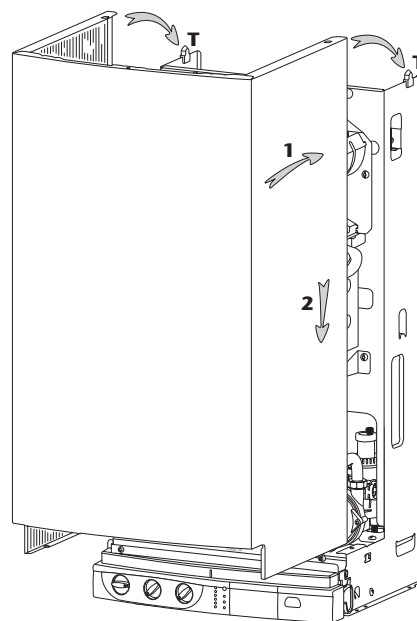

Fig. 21
- présenter l'habillage (fig. 21)